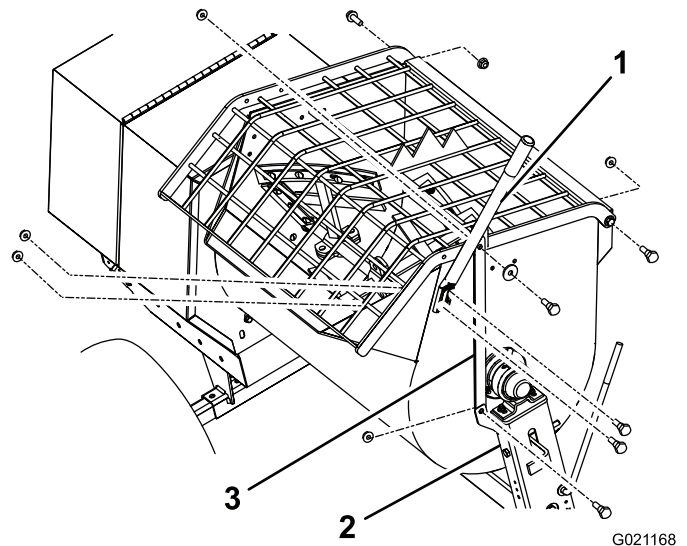

Figura 1
1. Retire los 2 pernos de cuello largo, las 2 tuercas y la arandela grande que sujetan el brazo de elevación a la pata delantera y a la rejilla (Figura 1). Deseche el brazo de elevación.
2. Retire los 2 pernos de cuello largo y las tuercas que sujetan la rejilla a los taladros de giro del lado izquierdo del tambor (Figura 1).
4. Retire los 2 pernos y las tuercas que sujetan la palanca de volteo al tambor y retire la palanca de volteo de la máquina (Figura 1).